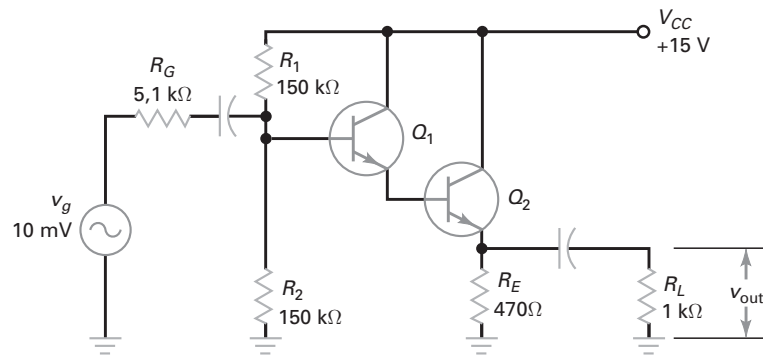

Figura 9-31
9-20 Se o par Darlington da Figura 9-31 tem um ganho de corrente total de 5.000, qual é a impedância de entrada da base de Q_1 ?
9-21 Na Figura 9-31 qual é a tensão CA na entrada da base de Q_1 se o par Darlington tem um ganho de corrente total de 7.000?
- 9-40** Usando a Figura 9-31, se os dois transistores tiverem um β de 100, qual é a impedância de saída aproximada do amplificador?